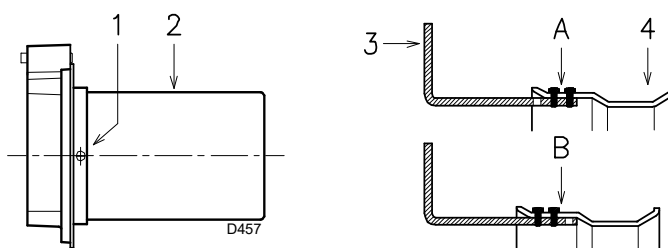

Abb. 13
- lösen Sie die Schrauben 1)(Abb. 13) und bauen Sie das Flammrohr 2) aus;
- versetzen Sie die Befestigung des Stabs 3)(Abb. 13) von Position **A** in Position **B**, wodurch der Schieber 4) zurückgezogen;
- bringen Sie das Flammrohr 2)(Abb. 13) und die Schrauben 1) wieder an.